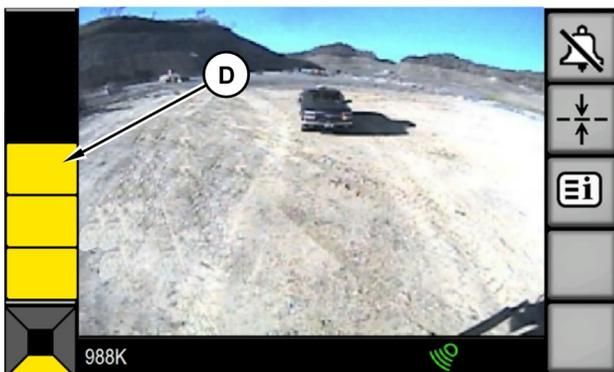

Ilustración 26
Cuando se detecte un objeto en la zona de precaución de nivel 3, generalmente de 6 m (19.69 ft) a 8 m (26.25 ft) alejado de la máquina en el área de cobertura, los tres segmentos inferiores serán todos de color amarillo (D). Consulte la ilustración 26 .